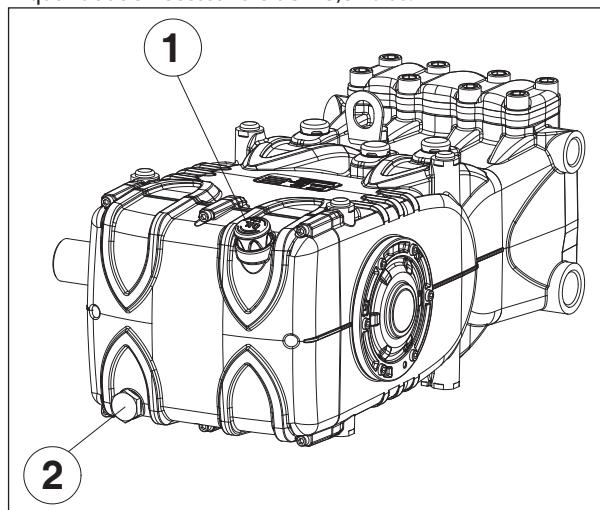

Fig. 3
A partir da haste do nível de óleo pos. ①, Fig. 3.
O controle correto do nível do óleo é realizado com a bomba em temperatura ambiente, a troca do óleo é executada com bomba em temperatura de trabalho, removendo: a haste do nível do óleo pos. ① e, em seguida, o tampão pos. ②, Fig. 3.